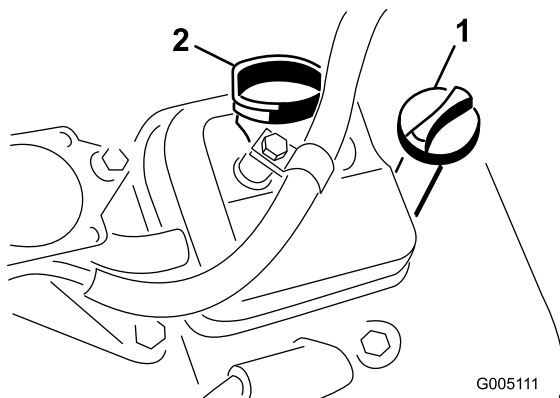

Figura 25
2. Desenrosque la varilla y límpiela con un paño limpio. Enrosque la varilla en el tubo asegurándose de que entre a tope (Figura 25).